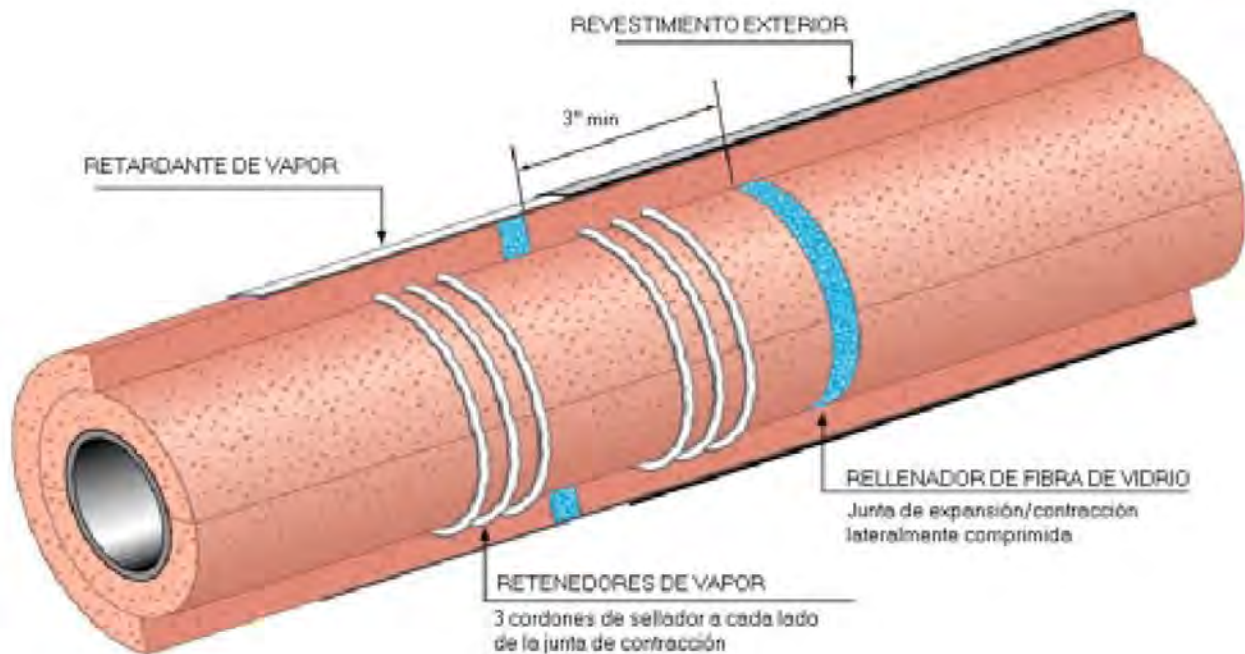

Figura 10
- 4.1.12 Las juntas de contracción/expansión de los sistemas de doble capa serán instaladas según la Figura 10 del Apéndice B o un diseño alternativo autorizado. Las juntas de contracción/expansión del servicio de una capa serán instaladas según se indica en la Figura 11 del Apéndice B o un diseño alternativo autorizado. El ingeniero o diseñador que corresponda deberá especificar el espaciamiento de las juntas de contracción/expansión separadamente para cada sistema.